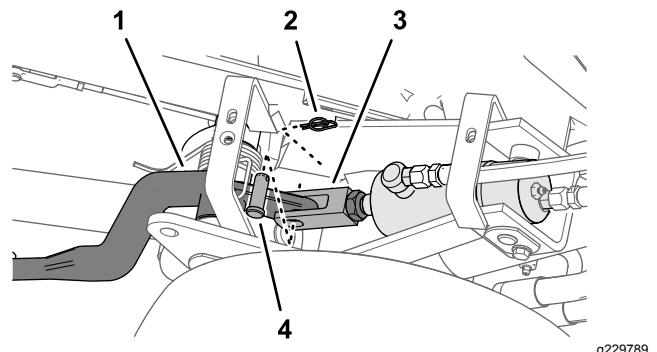
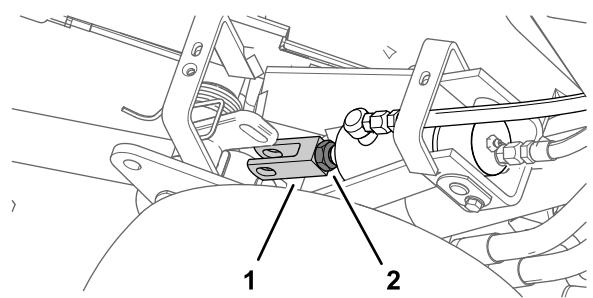

Рисунок 47
Рисунок 48
3. Ослабьте контргайку крепления соединительной вилки цилиндра режущего блока, который необходимо отрегулировать (Рисунок 47).
6. Установите соединительную вилку на подъемный рычаг с помощью шплинтуемого штифта и стопорного штифта, затяните зажимную гайку (Рисунок 47 и Рисунок 48).